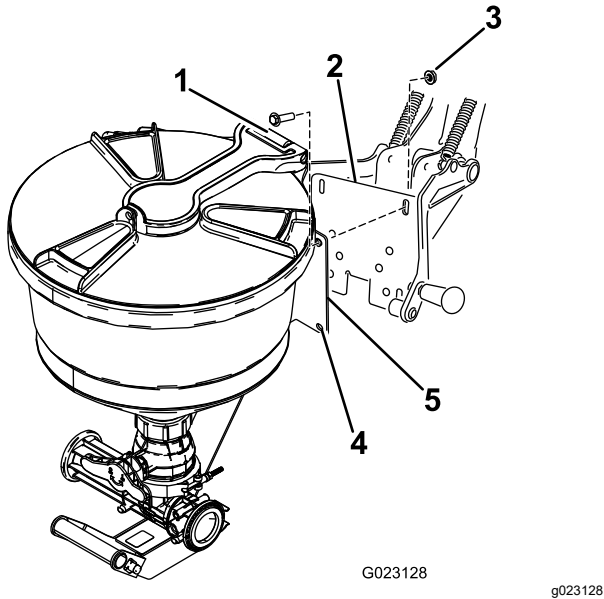

图 22
1. 将清洁加药器支架面板上的孔与托架支架上的槽对齐 图 22。